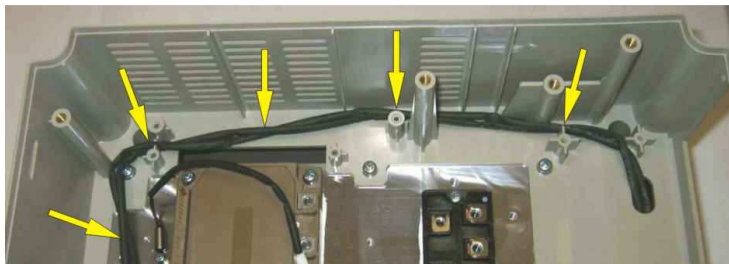

Рис.6.20
6.12.1 Высвободить кабели вентиляторов (рис.6.20.)